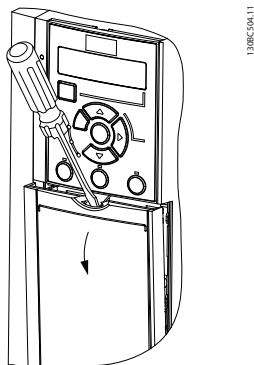

Ilustración 4.4 Acceso al cableado de control
- Retire la placa protectora con un destornillador. Consulte el *Ilustración 4.4*.